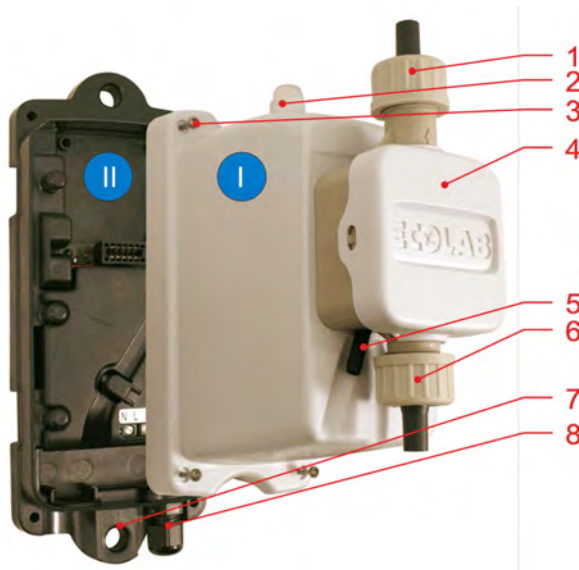

Abb. 1: Aufbau
1. ► Pumpe (siehe ↪ Kapitel 3 „Lieferumfang“ auf Seite 21) mittels eines geeigneten Kreuzschraubendrehers öffnen. Dazu jede der vier Verschlusschrauben (siehe ↪ Kapitel 4.2 „Aufbau“ auf Seite 23, Abb. 1, Pos. 3) lösen. Die Verschlusschrauben sind gegen Herausfallen gesichert und verbleiben im Pumpenmodul-Gehäuse.
2. ► Anschlusskabel durch Kabeldurchführung (siehe ☞ Kapitel 4.2 „Aufbau“ auf Seite 23, Abb. 1, Pos. 8) führen und anklemmen (Abb. 1, Pos. 19). Belegung siehe Kennzeichnung auf 24V Platine bzw. Gravur auf 230 V Schutzabdeckung.